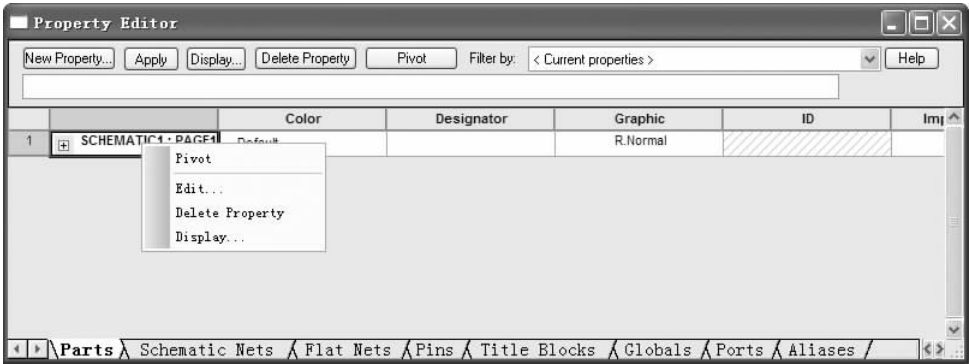
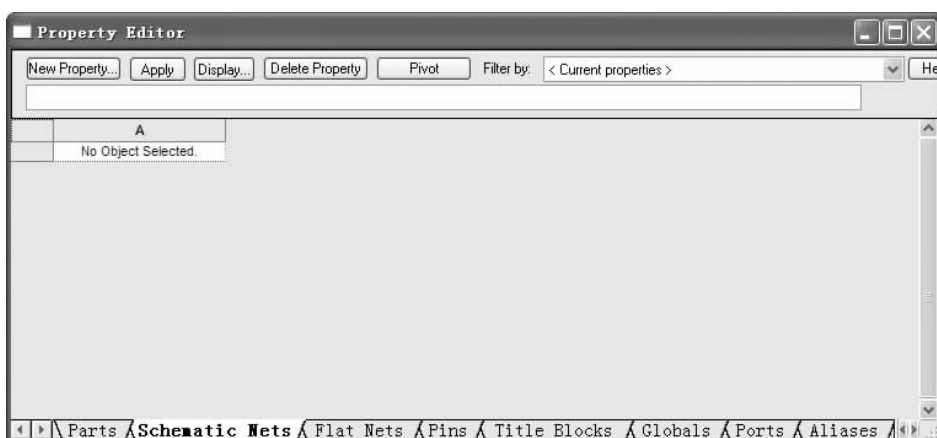

图 5-19 更改视图
图 5-20 “Schematic Nets（原理图网络）”选项卡
1) 该图显示“Parts（元件）”选项卡，右击弹出如图 5-18 所示的快捷菜单，选择“Pivot（基准）”命令，改变视图，显示如图 5-19 所示的窗口。
2) 从图 5-19 可以看出，该标签页包含其余 7 个选项卡：“Schematic Nets（原理图网络）”、“Flat Nets（平坦网络）”、“Pin（引脚）”、“Title Block（标题栏）”、“Globals（全局）”、“Ports（电路端口）”、“Aliases（别名）”选项卡，分别见图 5-20 ~ 图 5-26，可根据不同的显示项对其值进行修改。